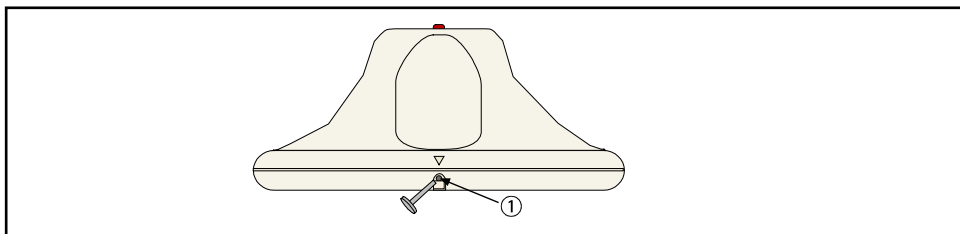

Рис. 7.1. Антивандальный винт
После закрытия крышки безопасность всего узла в сборе можно обеспечить с помощью входящего в комплект антивандального винта. См. обозначение (1) на Рис. 7.1. Антивандальный винт.